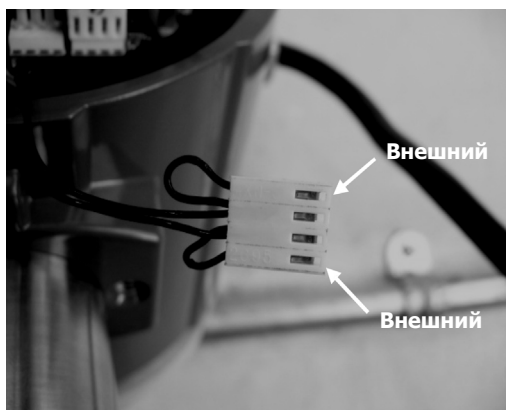

Рис. 53 Вход от датчика температуры
3. Применяя меры предосторожности для защиты от электростатических разрядов и меры предосторожности в опасных зонах, снимите крышку блока электроники. Отсоедините разъем датчика температуры (рис. 53). Измерьте сопротивление между внешними штырьками разъема датчика температуры. Оно должно быть приблизительно 1080 Ом при комнатной температуре (более высокое сопротивление при более высоких температурах).